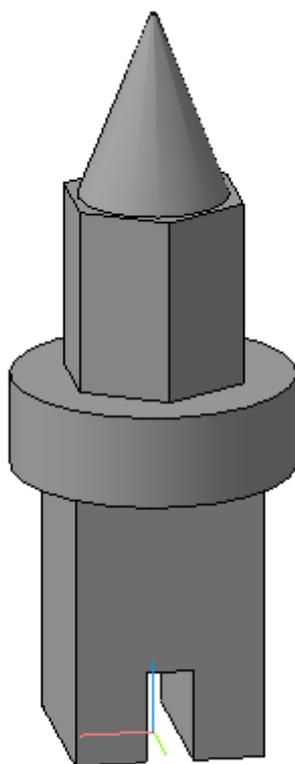

Рис. 1
Проанализируем форму предмета рис. 1.
-  – создайте объект (рис. 1).